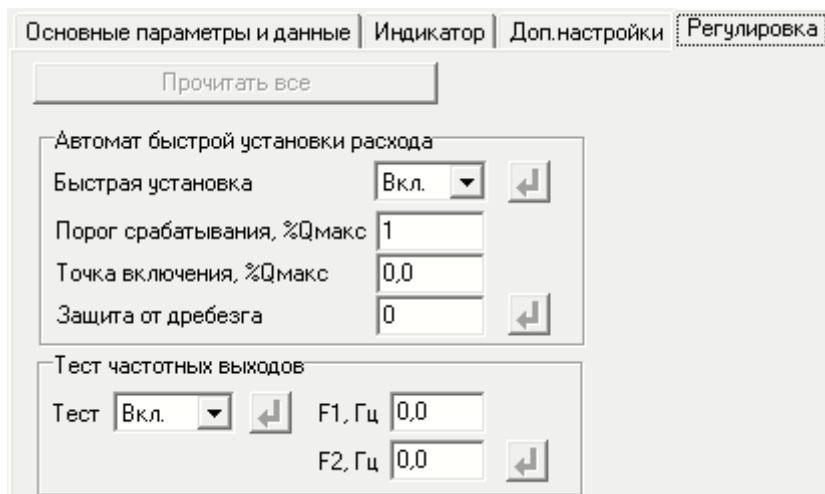

Рис.21. Вид вкладки «Регулировка».
3.3.1. Установочные параметры измерения расхода содержатся во вкладке **Регулировка** в области **Автомат быстрой установки расхода** (рис.21).